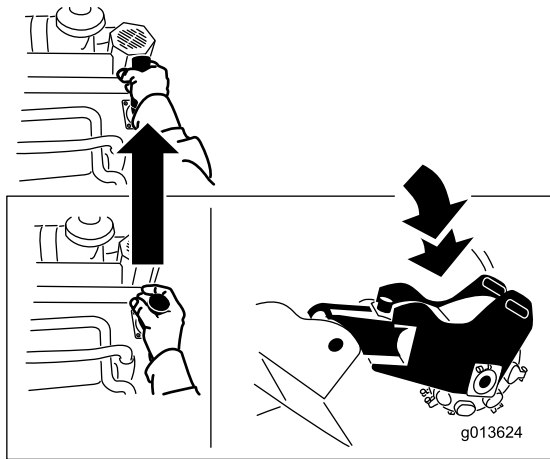

Bild 14
- Schieben Sie den Hebel nach vorne, um die Fräse abzusenken (Bild 14).